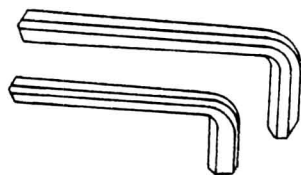

图 1-8 内六角扳手
③禁止在扳手上加长力臂或将扳手当锤子使用。
(5)内六角扳手。它用来拆装内六角螺栓,外形见图 1-8。使用时,将扳手一端插入内六角螺栓头部的六角孔内,扳动另一端。若扭矩不够,可在扳手另一端套入长管,但不可用力过大,以防止内六角扳手折断。